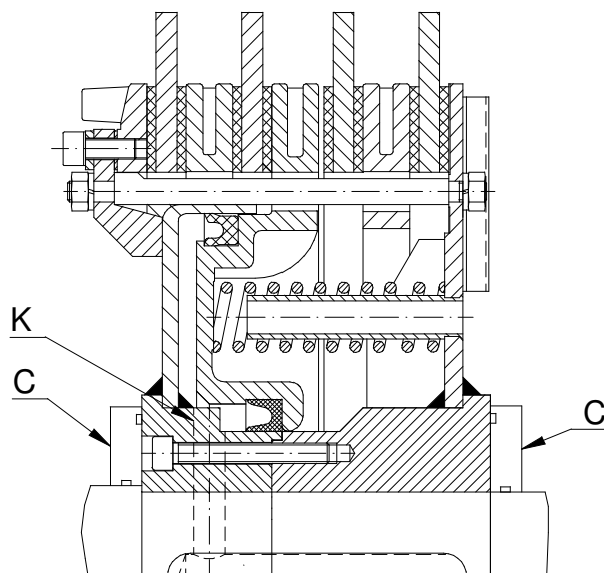

Fig. 4
La unión al eje se realiza mediante dos chavetas a 180°. El freno-embrague dispone de dos entradas de aire (K) a 180° y a 90° de las chavetas (Fig. 4).
- Para evitar fugas de aire, el cliente debe montar los discos (C) provistos de una junta tórica lateral contra el freno-embrague y una junta tórica ajustada al diámetro del eje (no suministrados).